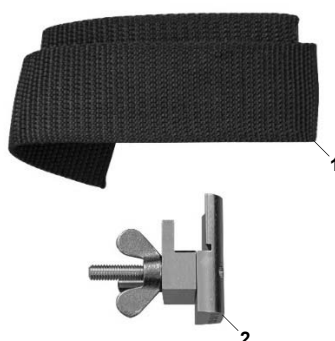

Abb. 1: Gurtband auflegen.
1. Gurtband "1" auf die Kurbelwellen-Riemenscheibe und unter den Keilrippenriemen, wie in **Abb. 1** gezeigt auflegen.